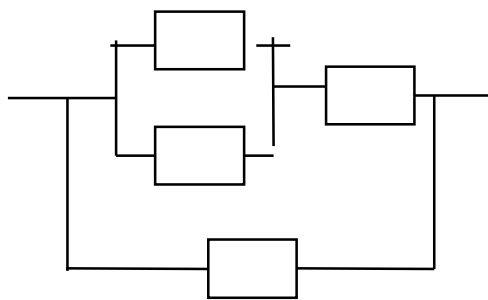

Рис.11.
3. Найти полное сопротивление цепи (рис.11). Все  $R = 20$  Ом.